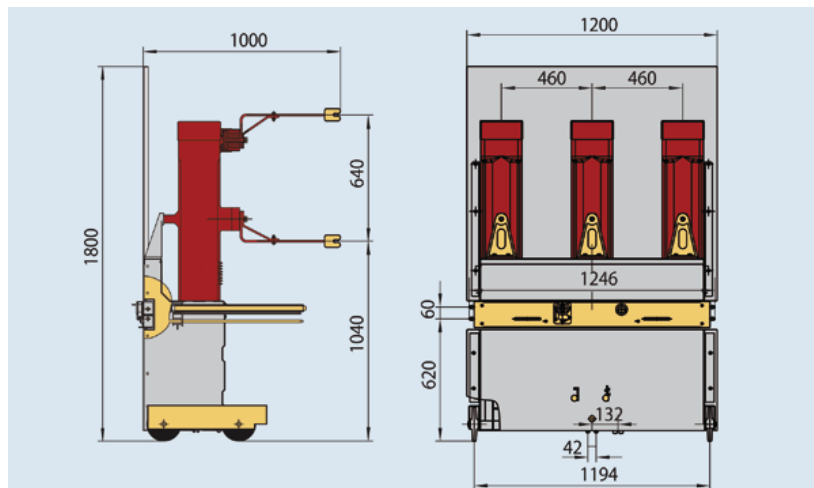

Рис. 6.2 Внешний вид и монтажные размеры выключателя, используемого с распределительным устройством типа JYN1-40.5(Z)
6.2 Внешний вид и монтажные размеры выключателя, используемого с распределительным устройством типа JYN1-40.5(Z) (см. рис. 6.2)